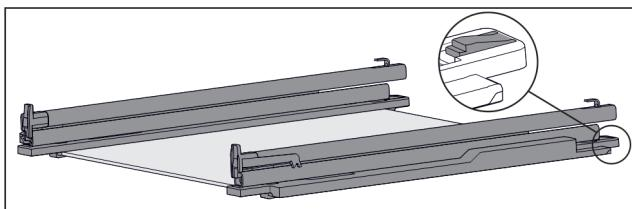

Fig. 149 Staklena ploča s vodilicama i pridržnim dijelovima
- Pridržni dio straga pritisnite prema dolje (pogledajte Fig. 149) u i istovremeno gurnite vodilicu prema otraga.